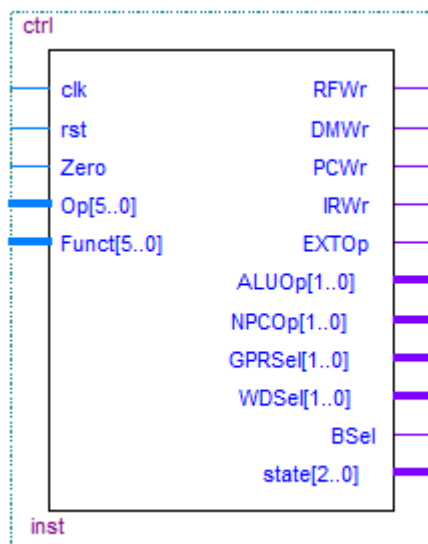

图 2 控制器模块端口引脚图
- (1) 写出指令集中每条指令的指令格式，并对指令功能进行说明
- (2) 设计的控制器端口信号如图 2 所示，在端口上标明每个输入和输出信号的作用
(1) 使用 A3 纸，横版画出（手画）。
(2) 模块用方块画出，上边外部标出模块名称。方块内部标出模块的所有输入输出信号，每个信号要注明含义。
说明：①对于典型的信号，如 `clk` 等，可以不写出含义；②信号含义的标注方式：可以在模块内部注明，如图 2 的 `REG_FILE` 模块；也可以在外部以列表方式说明模块/信号功能，如图 2 的 `MUX_RFWD` 模块。
(3) 模块间的连接信号线：地址线用蓝色粗线、数据线用黑色粗线、控制线用红色单线画出。传送多种类型信息的信号线用绿色画出。要用箭头表示每组线的传送方向。
(4) 每组地址线、数据线都要标出位数。如图中线上标注的 5 位、32 位。
(5) 每个 控制信号 要标注 3 种信息：外部信号名，连接电路板的资源，控制信号的有效电平。其中，连接电路板的资源要用红色字体写出。
5.对图 2 的端口进行标注